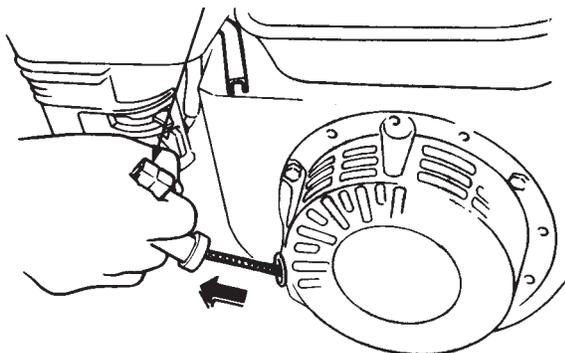

Figure 16. Poignée de démarreur
5. Saisir la poignée du démarreur (Figure 16) et le retirer doucement. La résistance devient plus difficile à une certaine position, correspondant au point de compression. Rembobiner la corde un peu à partir de ce point et tirer brusquement.